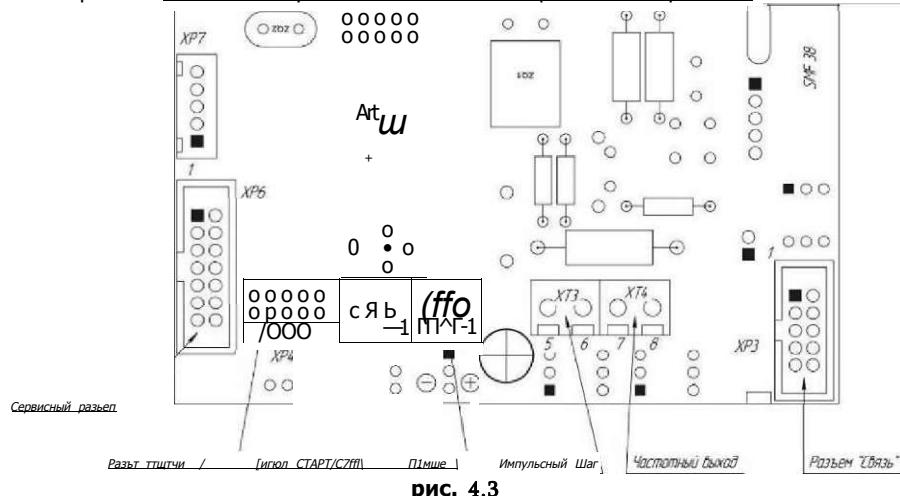

рис. 4.3
4.6 Расположение и полярность клеммы импульсного выхода изображены на рис. 4.3